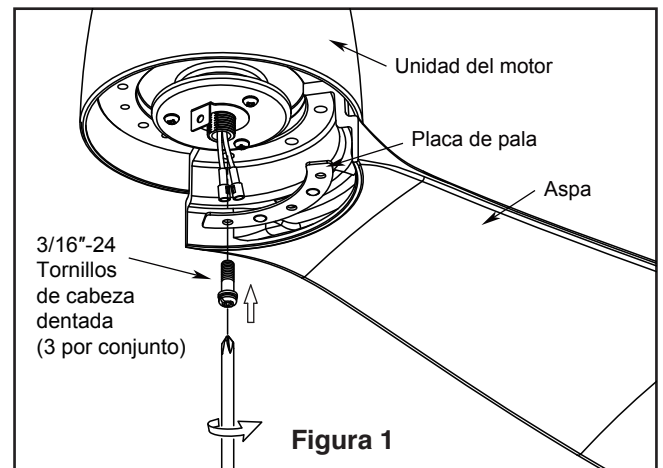

Figura 1
1. Alinee los orificios del aspa con el poste el ensamble del motor. Asegúrese de que el aspa esté completamente asentado sobre el volante del ensamble del motor. Coloque la placa de la pala sobre la pala con los orificios alineados e instale la placa en la rueda giratoria usando los tornillos de cabeza serrada, pero no los fije completamente, fije completamente los tornillos para fijar las palas en la rueda giratoria del motor. (Figura 1)
1. **IMPORTANTE:** El uso de un regulador de la intensidad completa (no incluido) para controlar la velocidad del ventilador dañará el dispositivo. Para reducir el riesgo de incendio o descarga eléctrica, no utilice dicho regulador para controlar la velocidad del ventilador. (Figura 1)